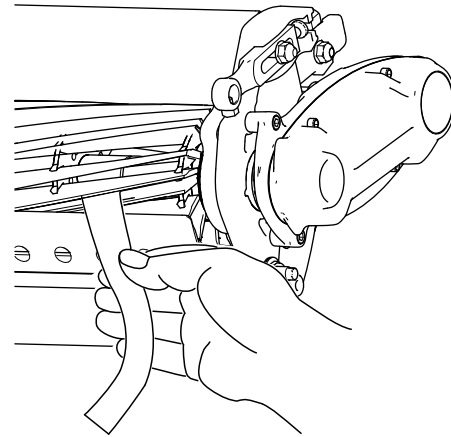

Figure 9
contre-lame (Figure 9), puis tournez **lentement** le cylindre vers l'avant; il devrait couper le papier; si ce n'est pas le cas, répétez les étapes **A** et **B** jusqu'à ce qu'il coupe le papier.
11. Insérez une longue bande de papier de performance de coupe (réf. Toro n° 125-5610) entre le cylindre et la contre-lame, perpendiculairement à la contre-lame (Figure 9), puis tournez **lentement** le cylindre vers l'avant; il devrait couper le papier; si ce n'est pas le cas, tournez chaque vis de réglage de la barre d'appui d'un clic dans le sens horaire et répétez cette étape jusqu'à ce qu'il coupe le papier.